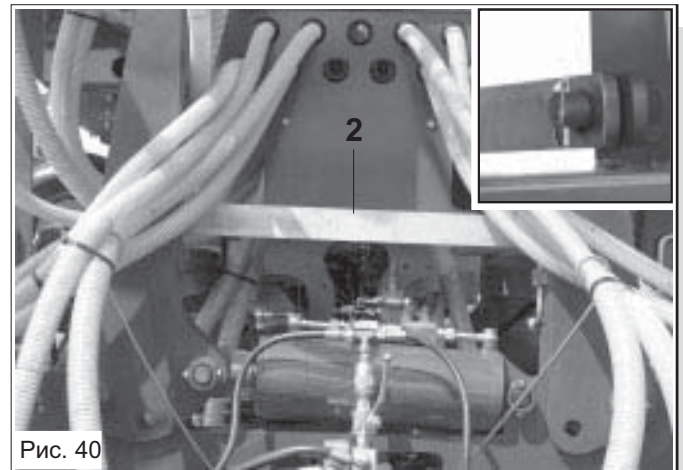

Рис. 40
- Отцепить штифты (3), поместив их в гнездо (4), как показано на рисунке 41;
- Заблокировать боковые рамы специальной стопорной штангой (2 Рис. 40), закрепив ее предусмотренными защитами (штифтами с расцеплением и шплинтами).